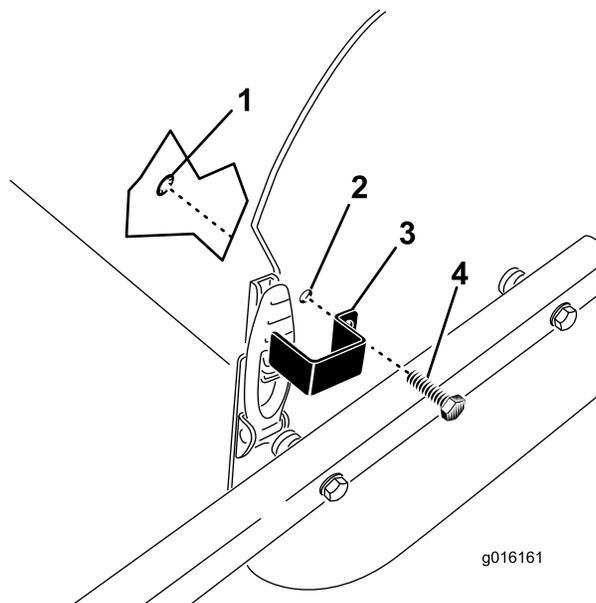

图 33
- 1. 将门锁板放置到机罩门锁上同时将安装孔与侧板中的孔对齐图 33。
- 2. 用带头螺栓和卡环将门锁板固定到侧板上图 33。